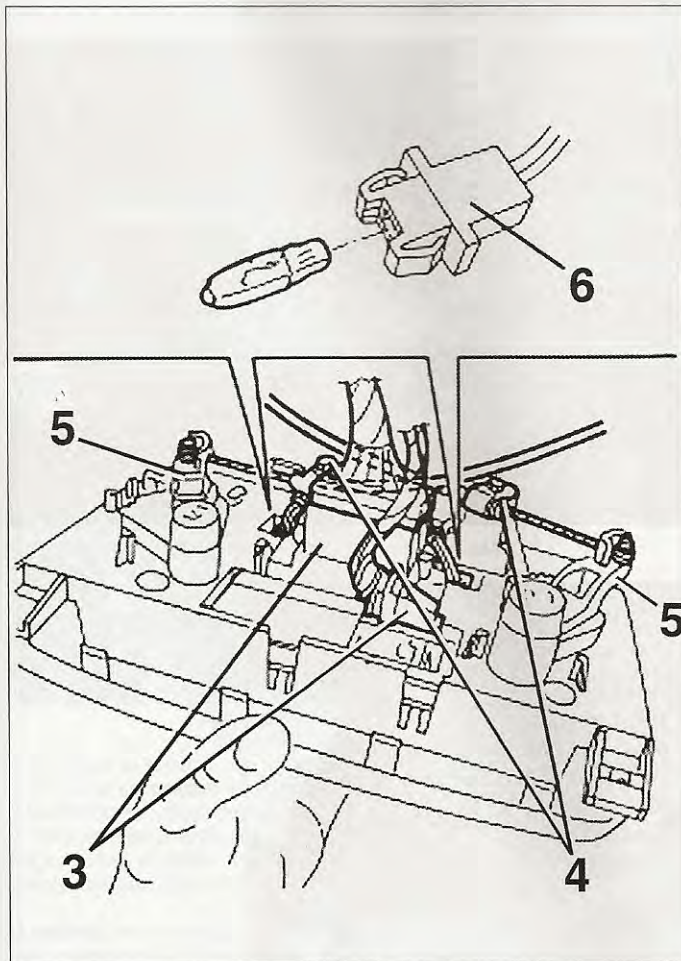

FIG. 11
- Desconectar los 2 conectores (3) (fig. 11).
- Desatornillar los frenos de funda (4) de los cables de mando.
- Desenganchar los cables de su alojamiento en las palancas de mando (5).
- Sacar los casquillos de las lámparas (6) del bloque de mando.